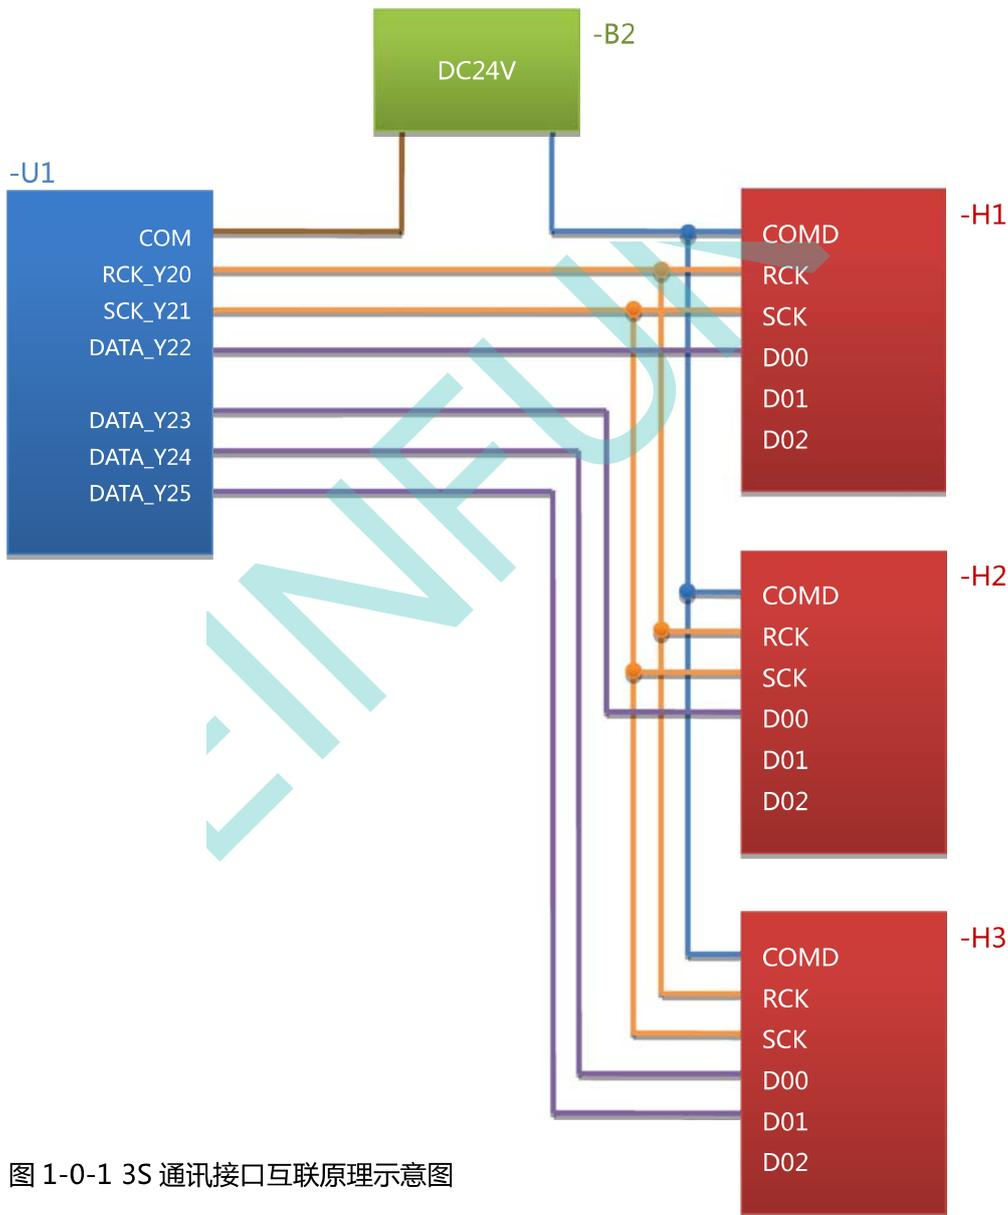

图 1-0-1 3S 通讯接口互联原理示意图
3S 通讯技术是指将 PLC 程序中任意指定的操作数如定时器、计数器、内部变量数据和常量数据，通过 PLC 直流固态输出点组成的 3S 通讯接口串行传送至带有 3S 通讯接口的外部设备上，使这些设备对接收到的数据进行进一步的处理，如图 1-0-1 所示。这项技术由任志兵于 1995 年发明研制，在当年申请并实施了实用新型专利：ZL95226265.7。在图 1-0-1 中：
任选 PLC-U1 三个晶体管输出点作为最基本的 3S 通讯接口，如图 1-0-1 中所示的 Y20、Y21 和 Y22 点：
在最基本的连接基础上只需增加数据输出口 Y23、Y24、Y25.....，各个数据通道在时钟的驱动下同时向外部设备的数据输入端 D00、D01、D02.....传送数据，每个通道每帧传送一个字（16Bits）的数据码。这样能够保证传送速度不变。如图 1-0-1 中，-H3 外设需要接收双整数数据（32Bits），PLC-U1 需要两个数据输出口，一个传送双整数的低字，另一个传送双整数的高字。
- ❖ 3S 通讯线路电源就是图 1-0-1 中的-B2 电源，DC24V。它与各设备的 COM/COMD 的连接方向取决于 PLC-U1 的 DO 晶体管/场效应管的有效电流方向：